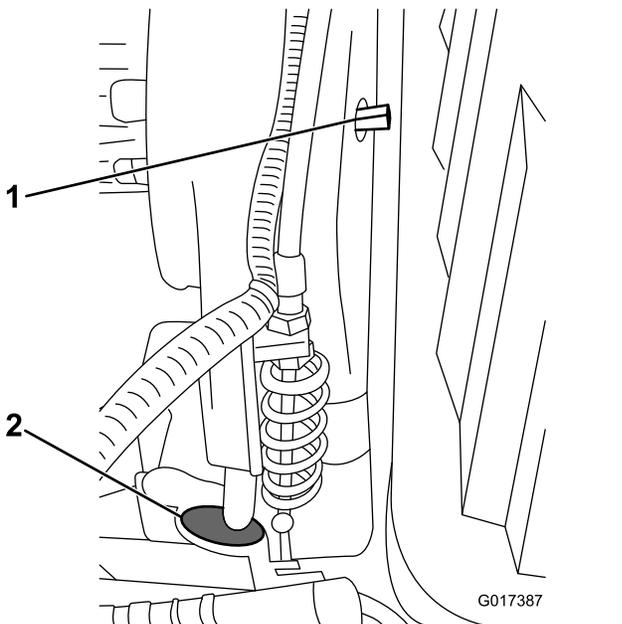
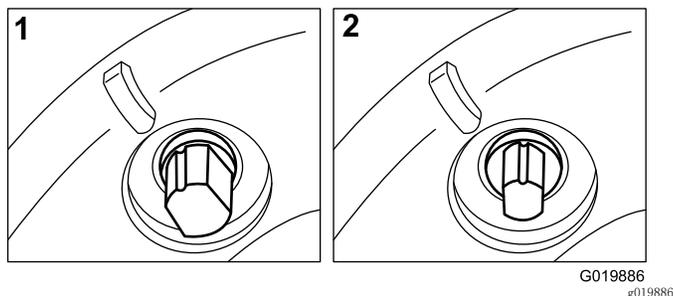

图49
图50
如果需要检查滚刀离合器，请从变速箱前面的检查孔中取出橡皮塞（图49）。
传动带的张紧由弹簧加载怠轮皮带轮控制。如果必须接合/分离皮带张紧力，请使用 9.5mm 扳手将接合/分离轴（图49）旋转到所需的位置。将轴顺时针旋转 ¼圈（90°），可以使皮带张紧轮与传动带分离（图50）。
**注意：** 要查看滚刀离合器，请从变速箱前面的检查孔中取出橡皮塞（图49）。